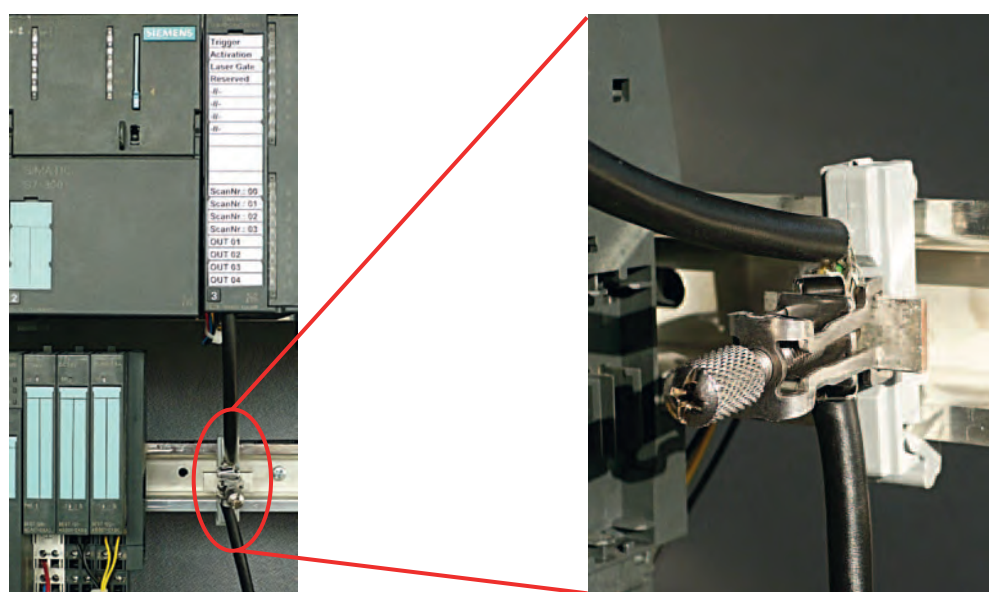

Figura 7.3: Applicazione della schermatura del cavo sul PLC
- ↪ Serrare la schermatura nel PLC su FE lungo la superficie (vedi figura 7.3).